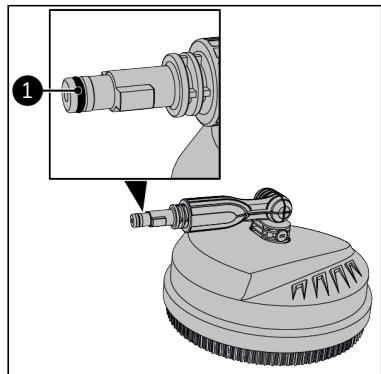

Figure 85.
4. Passez de la vaseline sur le joint torique du nettoyeur de sol (Figure 85, pos. 1).